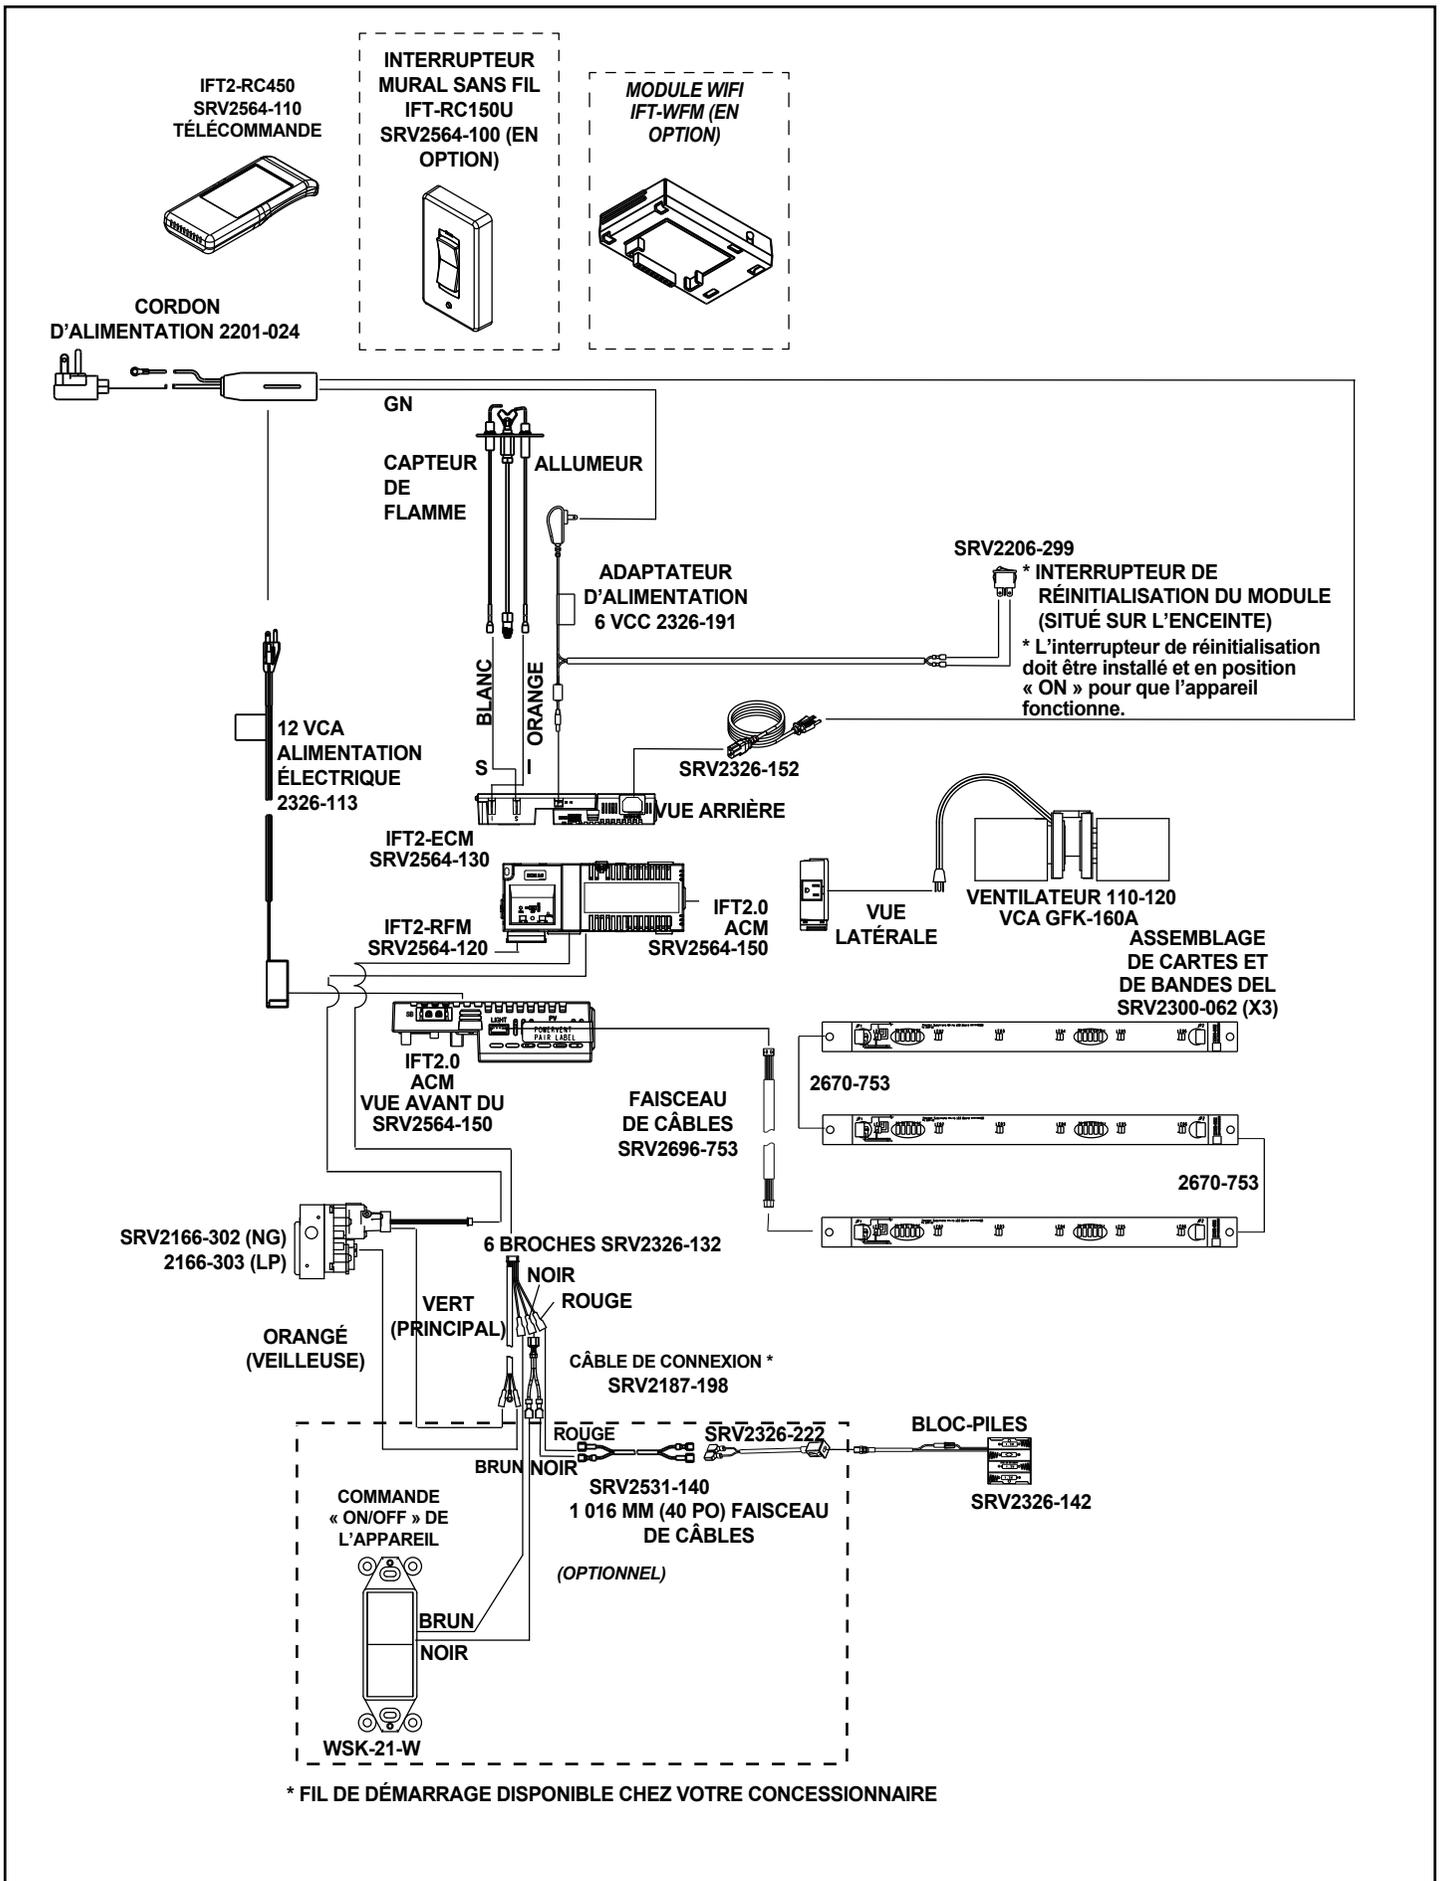

Figure 6.2 Schéma du câblage IntelliFire Touch 2.0
- Se reporter à la figure 6.2 Schéma de câblage de l'IntelliFire Touch (IFT 2.0).
3. Entretien/remplacement du ventilateur. La figure 6.2 présente un schéma du câblage.
2. Réparations / installation du ventilateur. La figure 6.2 présente un schéma du câblage.
3. Entretien/remplacement des DEL. La figure 6.2 présente un schéma du câblage.